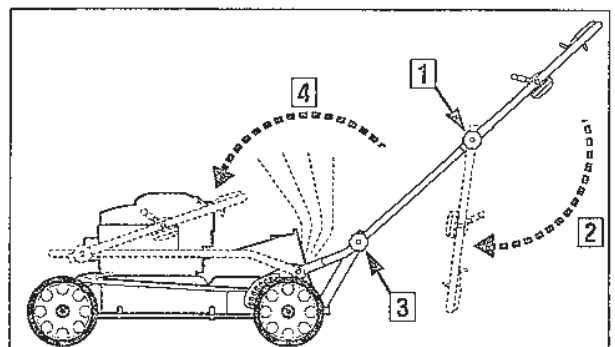
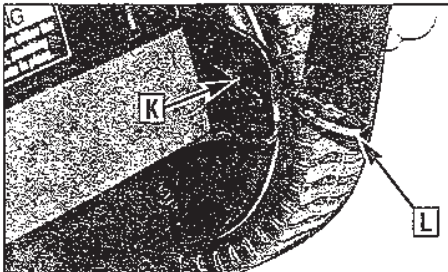

Figure 5-16: Pliage de la tondeuse pour la ranger.
Figure 5-17: Sortie des montants du guidon.
1. Desserrez les deux molettes de réglage du guidon supérieur (1, Figure 5-16) tout en retenant le guidon d'une main.
2. Pliez la partie supérieure du guidon vers l'arrière (2, Figure 5-16). Guidez attentivement les câbles lors du pliage. Assurez-vous que les câbles ne sont pas pliés, pincés ni étirés.
3. En soutenant le guidon d'une main, desserrez les deux molettes de réglage du guidon inférieur (3, Figure 5-16) juste assez pour déloger les deux montants du guidon (L, Figure 5-17) des encoches (K) dans le support des roues.
4. Pliez soigneusement la partie inférieure du guidon vers l'avant sur le moteur (4, Figure 5-16). Guidez attentivement les câbles lors du pliage. Assurez-vous que les câbles ne sont pas pliés, pincés ni étirés ; de même, tenez toujours les câbles à distance du pot d'échappement – la gaine des câbles peut brûler si le moteur est encore chaud.